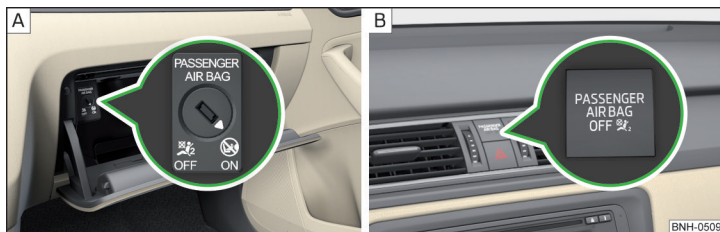

Abb. 10 Schlüsselschalter für Beifahrer-Frontairbag / Kontrollleuchte für Beifahrer-Frontairbag
Der Beifahrer-Frontairbag kann mit dem Schlüsselschalter abgeschaltet werden » **Abb. 10 auf Seite 19 - A**.
Stellungen des Schlüsselschalters » Abb. 10 - A
- OFF** Der Beifahrer-Frontairbag ist abgeschaltet - nach dem Einschalten der Zündung **leuchtet**¹⁾ die Kontrollleuchte **OFF**  » Abb. 10 - B